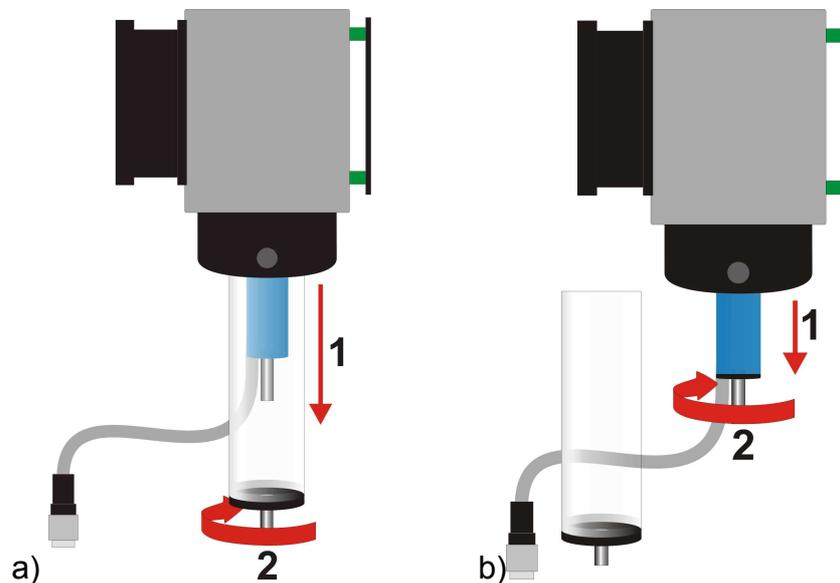

Bild 36. a) Die Demontage des Kondensat-Behälters; b) Die Demontage des Filters.
- Nehmen Sie den Pumpenkopf ab – drücken Sie die Halterung des Pumpenkopfes auf beiden Seiten zusammen, in Richtung der Mitte des Kopfes (Abb. 36) und nehmen Sie den Pumpenkopf von der Achse.